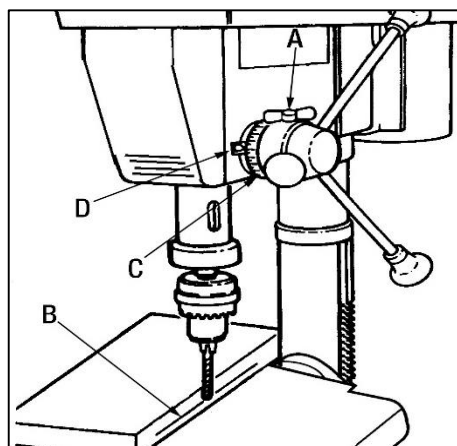

Рисунок 16.
Чтобы просверлить несквозное отверстие на заданную глубину, отметьте глубину отверстия на заготовке. Ослабьте ручку-фиксатор (А) шкалы глубины сверления (D) (рис. 16).